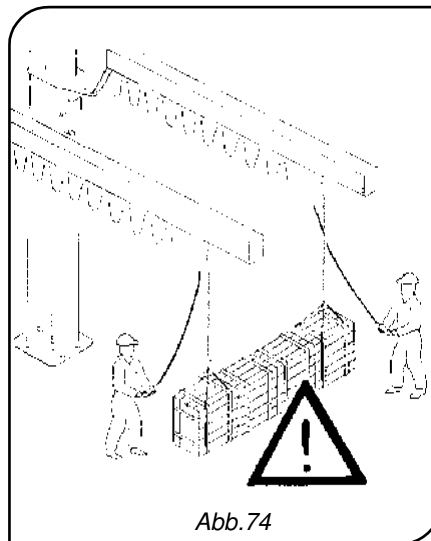

Abb. 74
- **NIE** gleichzeitig zwei Krane zum Anheben der gleichen Last einsetzen (Abb. 74).